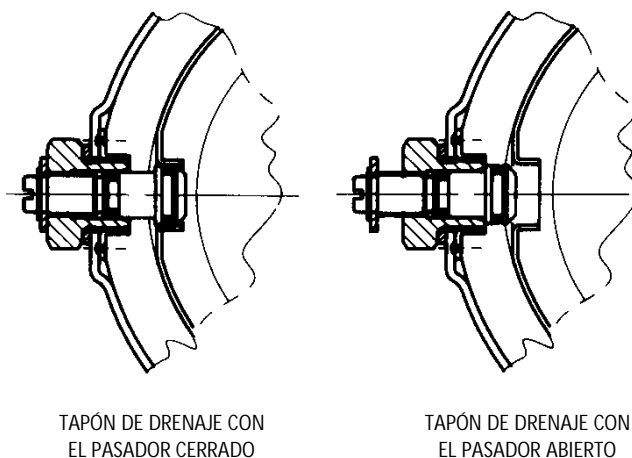

Figura 7
- Para cebar completamente los modelos 1SV y 2SV es necesario destornillar totalmente el pasador localizado en el tapón de drenaje. Vea la Figura 7.